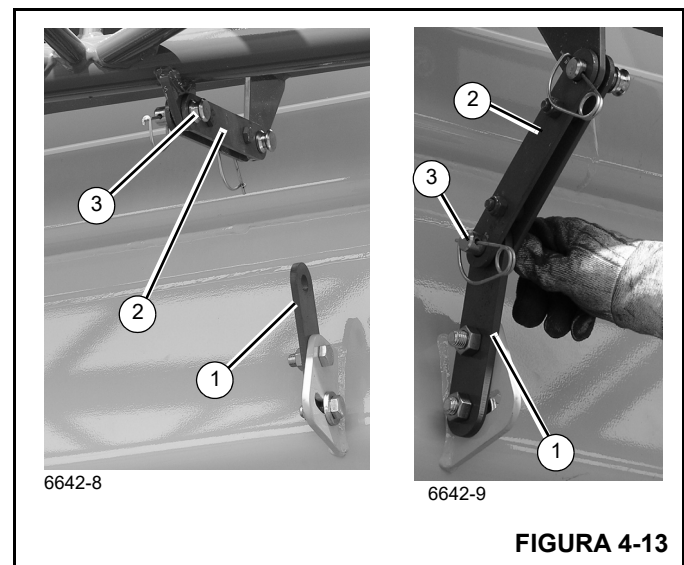

FIGURA 4-13
9. Mueva la barra de seguridad (9, Figura 4-20; 2, Figura 4-13) a la barra que fija de la base de la pluma (1) e instale el pasador (3). Fije con la pinza de retención.